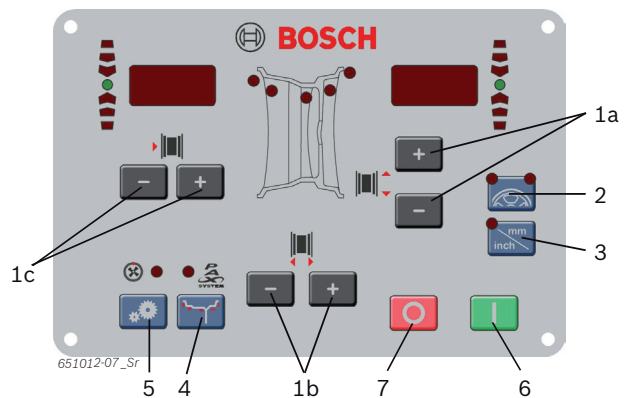

Fig. 6: Toetsen bedieningsveld/indicatieveld
2. Bepaalde velgafstand met <-> of <+> -toets voor velgafstand (fig. 6, pos. 1) kiezen.
4. Bepaalde velgbreedte met <-> of <+> -toets voor de velgbreedte (Fig. 6, Pos. 1) kiezen.
6. De bepaalde veldiameter met <-> of <+> toets voor velgdiameter (fig. 6, pos. 1) selecteren.
2. Het aanwezige aantal spaken met toets <-> of <+> (Fig. 6, Pos. 1) invoeren.